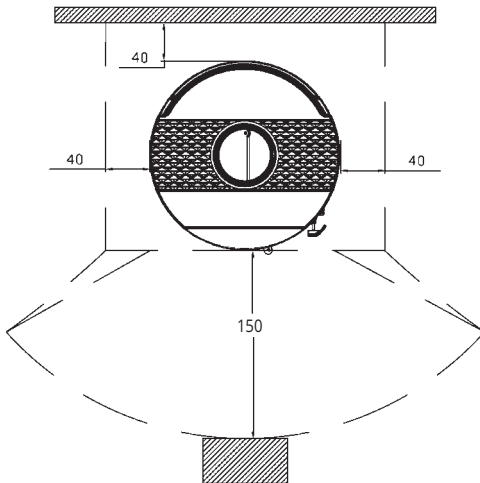

Bild 4A
a) um genügend Wärmeisolation zu sichern, sind die minimalen Sicherheitsentfernungen der hinteren und seitlichen Fläche von entflammaren Gegenständen, d.h. von feueranfälligen Gegenständen (Möbel, Holzflächen, Stoffe usw.) zu beachten (siehe Bild 4A). Alle minimalen Sicherheitsentfernungen stehen in der Tabelle Bild 7 auf Seite 60 und auf dem Produkt und dürfen NICHT geändert werden.